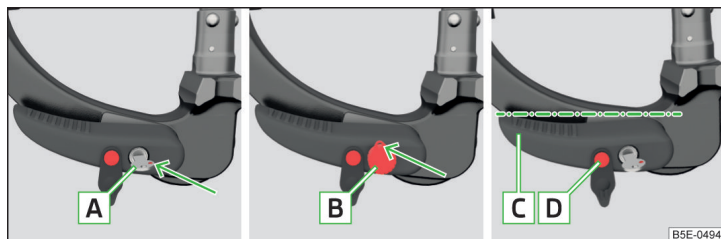

Fig. 188 Position de mise en service Variante de clé 1 / variante de clé 2 / position du levier et de la tige de déverrouillage pour les deux variantes de clé
**Réglage correct pour un bon fonctionnement** » fig. 188.